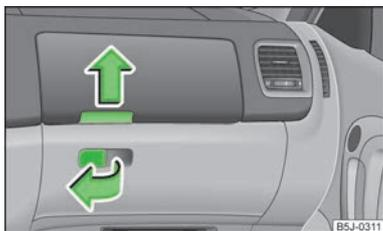

Fig. 61
- Tirar del tirador de la tapa en el sentido de la flecha » fig. 61 y abatir ésta.